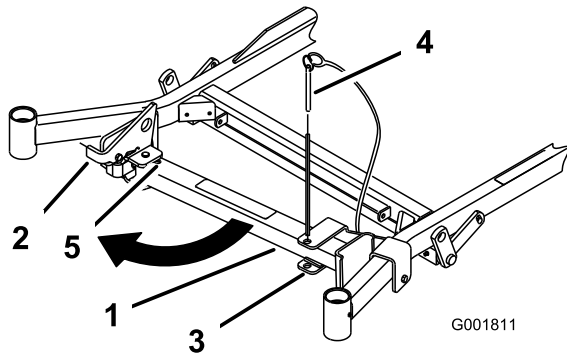
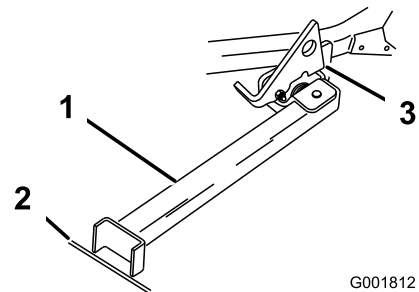

Bild 26
Bild 27
2. Nehmen Sie den Halterungsstift ab (Bild 26).
3. Heben Sie den Riegel an. Drehen Sie den Ständerfuß nach vorne heraus und schieben Sie den Ständer zur Maschine in den unteren Schlitz (Bild 26 und Bild 27).
4. Stellen Sie den Fuß auf den Boden und lassen Sie den Riegel auf der Drehlasche aufliegen (Bild 27).
6. Fahren Sie auf den Stand auf. Halten Sie an, wenn der Riegel über die Lasche in die arretierte Stellung einrastet (Bild 27). Stellen Sie nach dem Auffahren auf den Stand die Feststellbremse fest und stellen Sie den Motor aus.
5. Stellen Sie den Ständer wieder in die Ruhestellung (Bild 26).